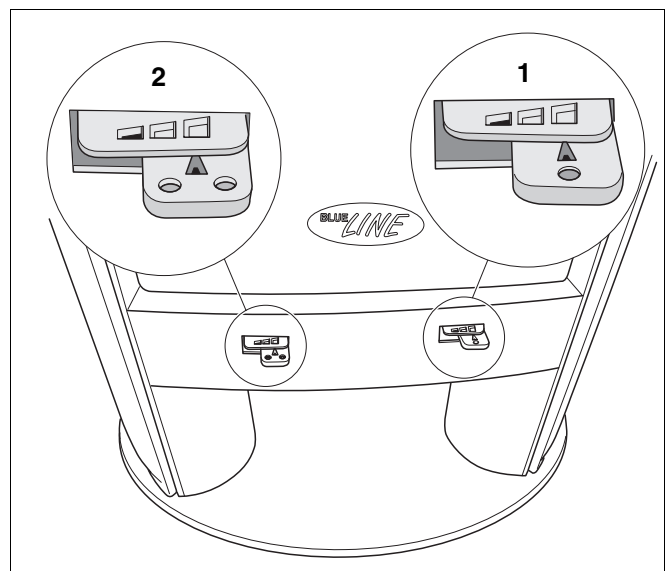

Abb. 18 Primär- und Sekundärluftschieber
- Stellen Sie den Schieber der Primärluftzufuhr und den Schieber der Sekundärluftzufuhr nach rechts auf Stellung „Auf“ (Abb. 18).
- Lassen Sie die Sekundärluftzufuhr (Abb. 18, **Pos. 2**) geöffnet und regulieren Sie die Primärluftzufuhr (Abb. 18, **Pos. 1**) nach Bedarf.